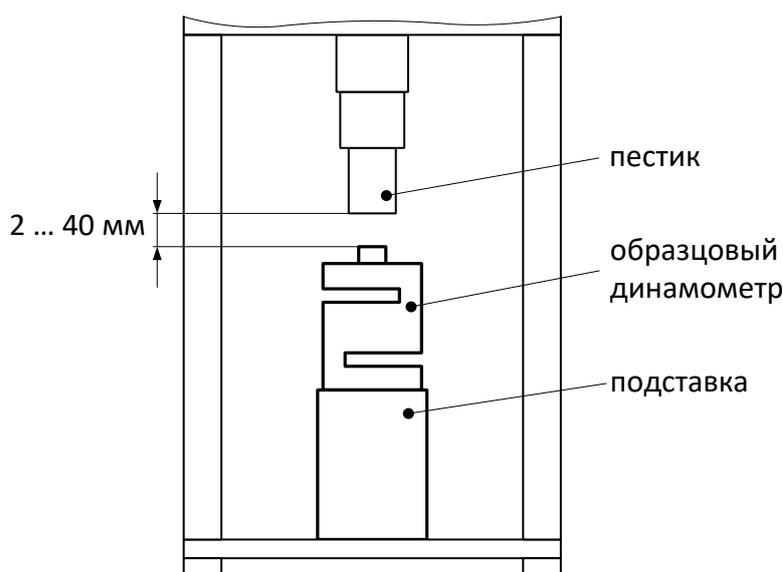

Рисунок 17 – Установка образцового динамометра
5.4.3 Установить под пестик образцовый динамометр таким образом, чтобы между пестиком в верхнем положении и динамометром был зазор от 2 до 40 мм (рисунок 17). Поверхности динамометра, подставки и места установки подставки должны быть чистыми и ровными. Контакт с динамометром должен проходить через центр пестика.